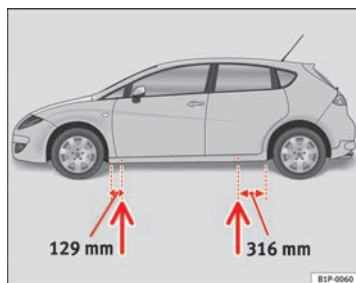

Fig. 157 Puntos de apoyo del gato
- Busque en el larguero inferior del vehículo el punto de apoyo mas cercano a la rueda pinchada ⇒ fig. 157.
En el larguero inferior van marcados los lugares en los que se puede apoyar el gato ⇒ fig. 157. Se ha previsto un lugar para cada rueda. El gato no debe colocarse en otros lugares.